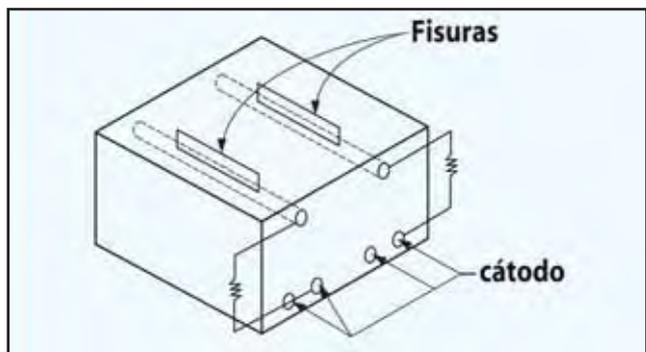

Fig. 2: Diagrama esquemático de las probetas.
1. Muestras preparadas según Fig 2. Hormigón de buena calidad con fisuras preformadas paralelas a las armaduras.